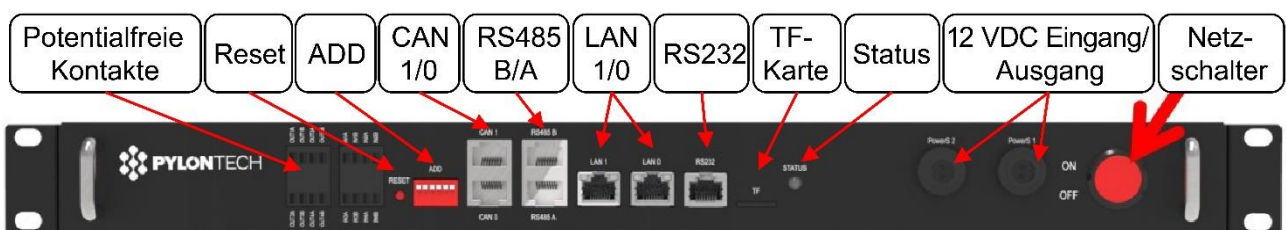

Abbildung 5-6: Übersicht MBMS
6. MBMS einschalten (siehe „Abbildung 5-6: Übersicht MBMS“).